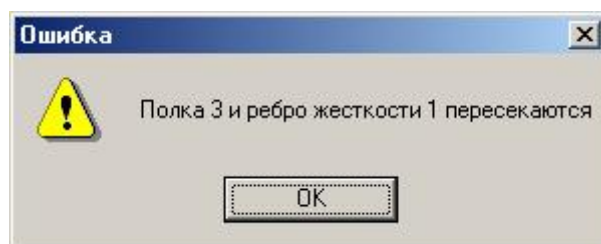

Рис. 26 Сообщение об ошибке в конструкции шкафа
**Отступ** полки – это расстояние от заднего торца полки до задней стенки (ее передней пласти). Например, если задать отступ для 3-й полки равным 0 мм, то будет выведено диалоговое окно, содержащее сообщение об ошибке, допущенной при проектировании шкафа (рис. 26).